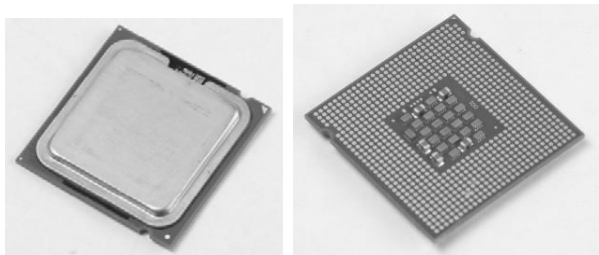

图 2-20 采用 LGA 775 接口的英特尔处理器
① 安装 CPU 和散热风扇。图 2-20 所示是采用 LGA 775 接口的英特尔处理器。无论是入门的赛扬处理器，还是中端的奔腾 E 与双核 Core 2，甚至高端的四核 Core 2，其接口均为 LGA 775 触点式设计，安装方式完全一致。